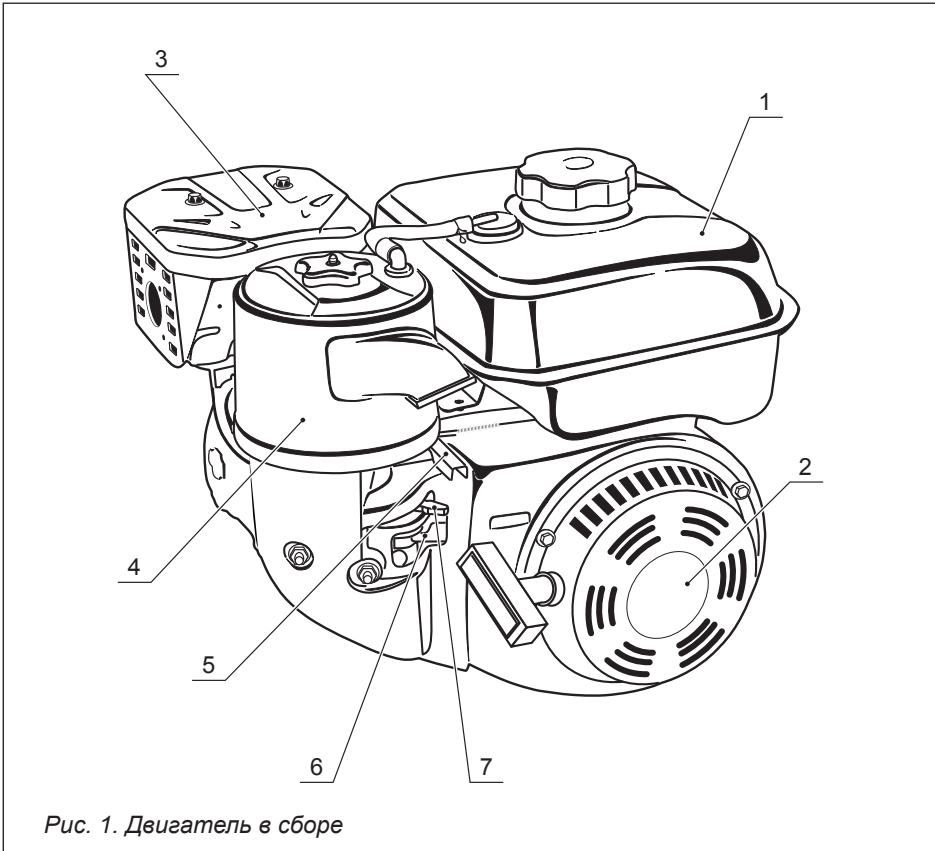

Рис. 1. Двигатель в сборе
1. ОСНОВНЫЕ ЧАСТИ И УЗЛЫ ДВИГАТЕЛЯ (рис. 1)